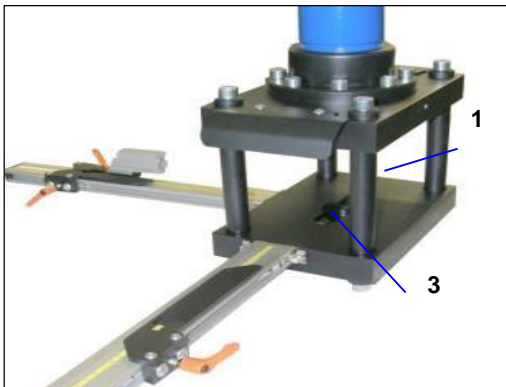
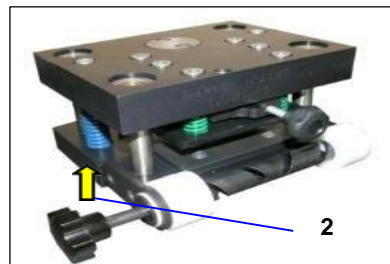

Рис. 3
Рис. 4
- Встановіть різальний вкладиш (рис. 4) у робочій зоні [1] так, щоб основний диск [2] (рис. 4) розташовувався у гнізді робочого столу [3] (рис. 3).
- b) Встановіть матрицю у гніздо робочого столу [3] (рис. 3).